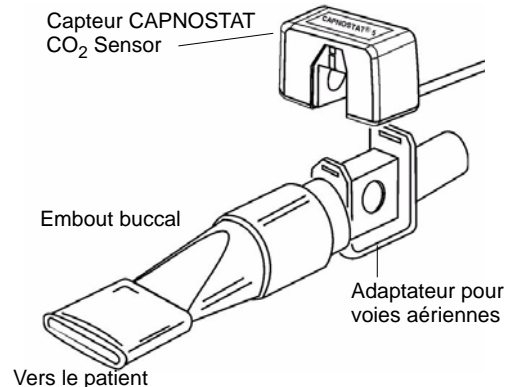

Figure 3
- b. Appuyez sur le capteur et l'adaptateur pour voies aériennes jusqu'au dé clic (Figure 3).